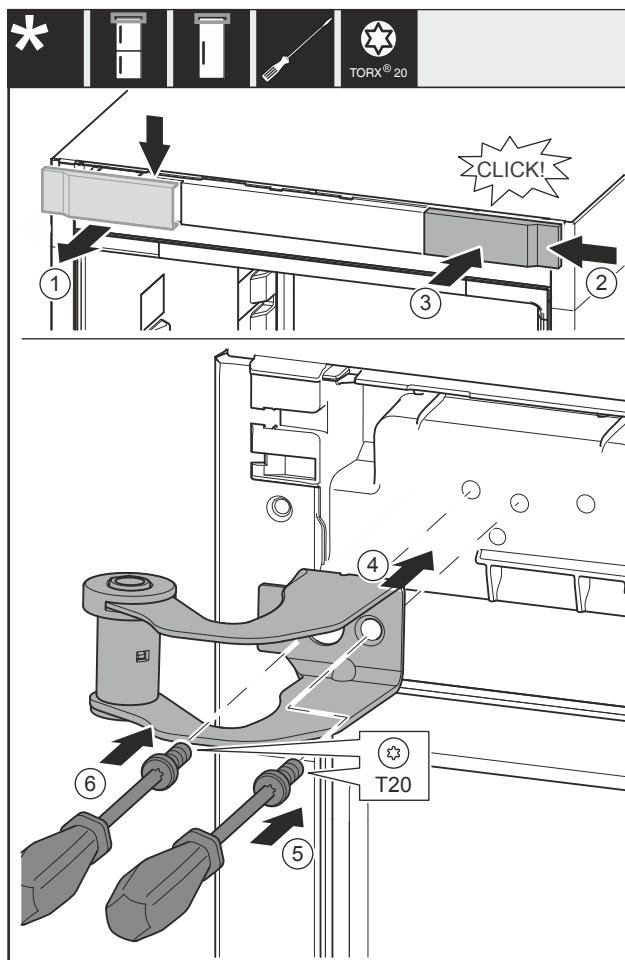

Fig. 22
- ▶ Snemite pokrov Fig. 22 (1) od zgoraj v smeri naprej.
- ▶ Pokrov Fig. 22 (2), obrnjen za 180°, namestite na drugo stran z desne strani.
- ▶ Zaskočite pokrov Fig. 22 (3).
- ▶ Pristavite zgornji ležajni podstavek Fig. 22 (4).
- ▶ Zategnite vijak Fig. 22 (5).
- ▶ Zategnite vijak Fig. 22 (6).